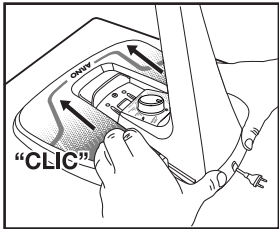

Figura 4
• Para montar, apoie a base em uma mesa segura. Com as duas mãos apoiadas na base, empurre a coluna para frente com os dois polegares até ouvir o "CLIC". (figura 4)